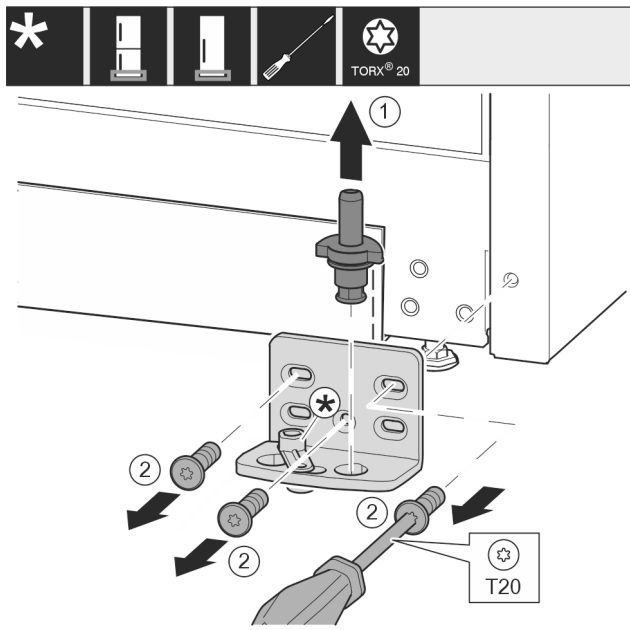

Fig. 11
- Lagerbolzen Fig. 11 (1) komplett nach oben herausziehen.
- Schrauben Fig. 11 (2) mit Schraubendreher herausdrehen und Lagerbock abnehmen.